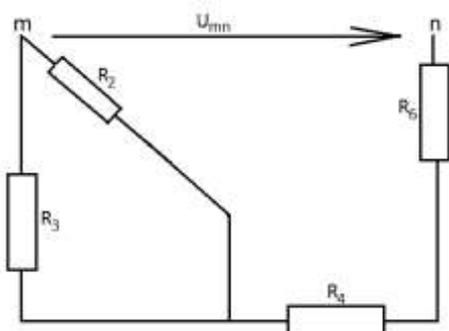

Рис. 121
1.5.2. Определяем эквивалентное сопротивление генератора. Для этого источники ЭДС закорачиваем (заменяем на отрезок провода), а ветви с источниками тока обрываем. Затем производится расчет входного сопротивления оставшейся схемы относительно зажимов m и n (см. рис.121)